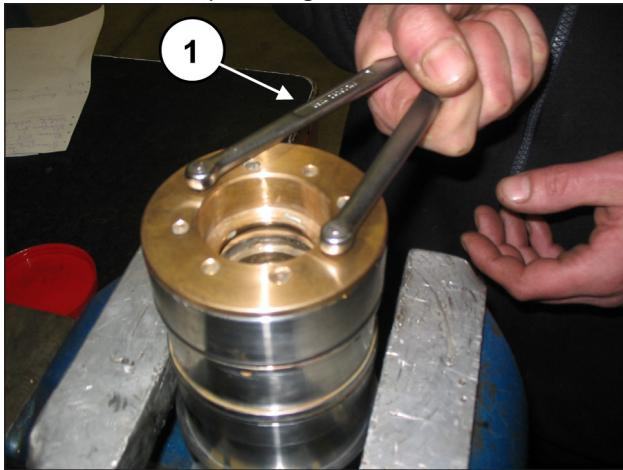

Fig. 190
Apretar con una llave de compás con pivotes redondos Ø5, a la venta en tiendas, (pos. ①, Fig. 190)